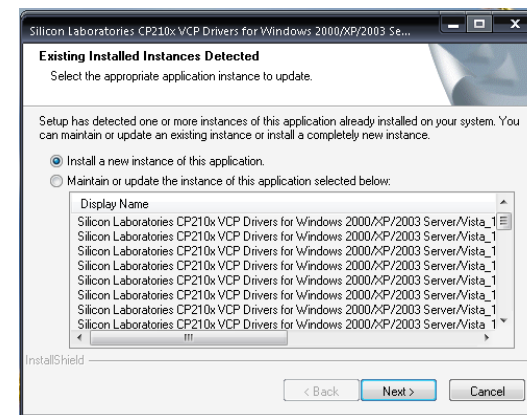
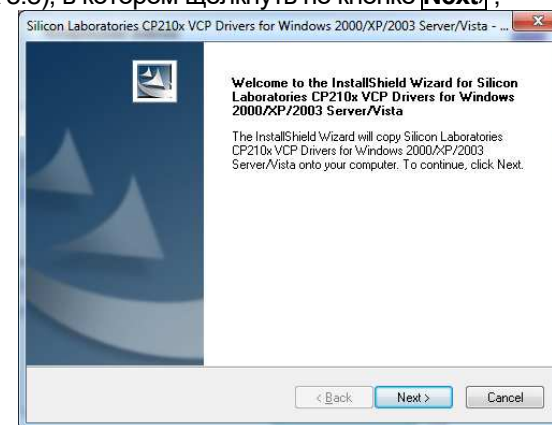

Рисунок 8.7
Рисунок 8.8
6) На экране появится окно (рисунок 8.7).
– в окне (рисунок 8.7) щелкнуть по кнопке **Next** на экране появится окно (рисунок 8.8), в котором щелкнуть по кнопке **Next**;